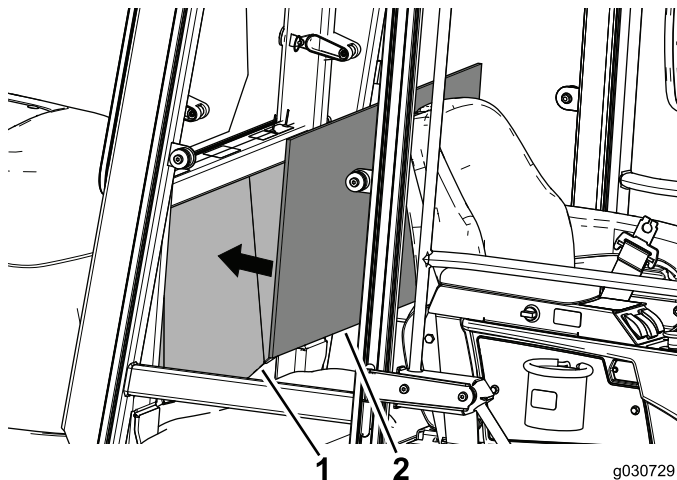

Figura 29
2. Alinhe o painel do estofo com o centro do painel traseiro no interior da cabina para verificar o ajuste e instalação (Figura 29).